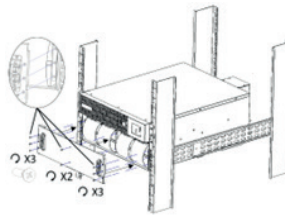

Рисунок 8
7. Установите на место кронштейн крепления батареи (рис. 8).